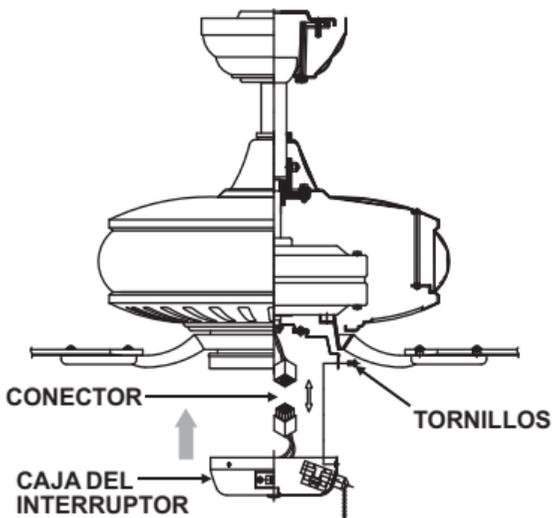

Fig 18
Paso 2. Deslice la caja del interruptor sobre el plato de la caja del interruptor y ajústela hasta que los agujeros queden alineados. Asegure la caja del interruptor usando los tres tornillos que quito previamente. (Fig. 18)